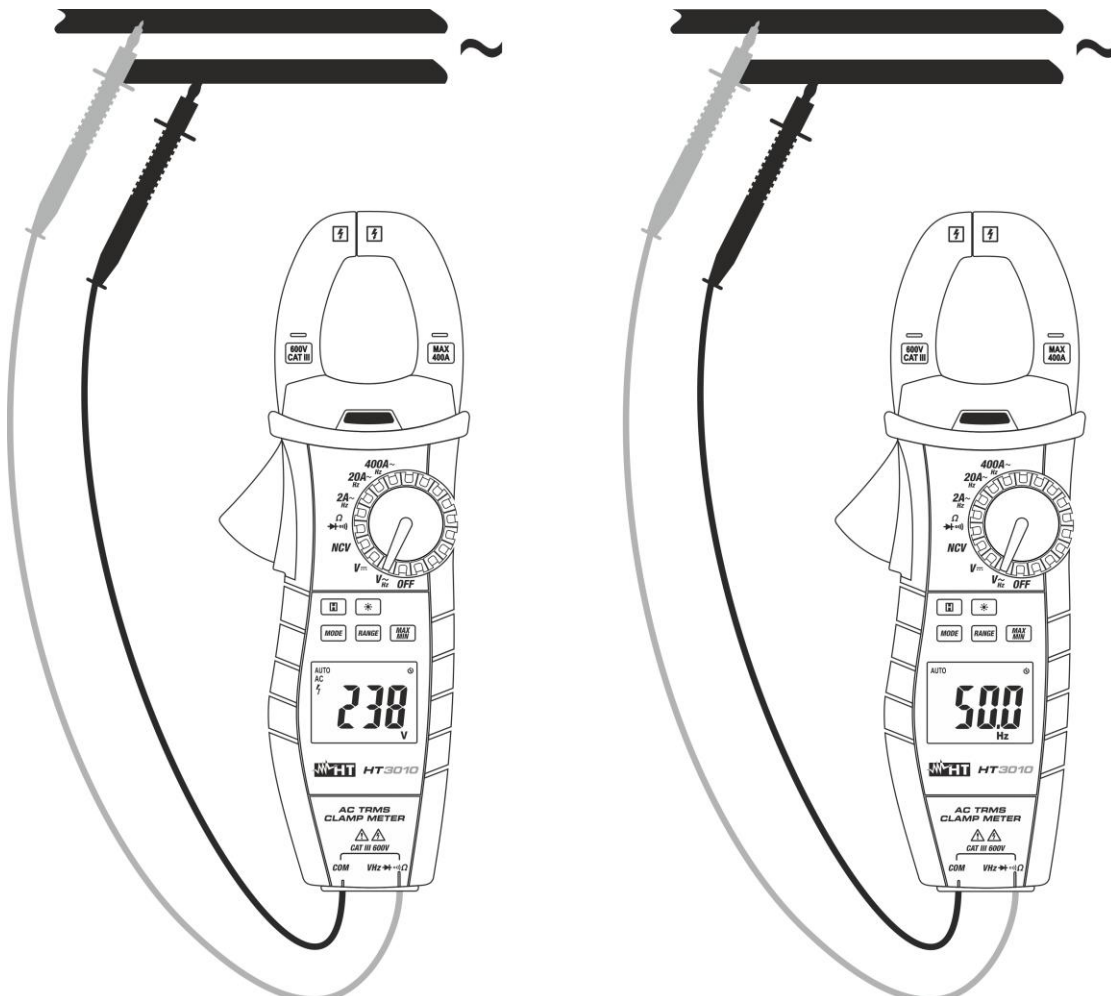

Fig. 5 : Utilisation de l'instrument pour mesure de Tension CA et Frequence
3. Positionner les embouts sur les points désirés du circuit sous test (voir Fig. 5). La valeur de tension apparaît à l'écran